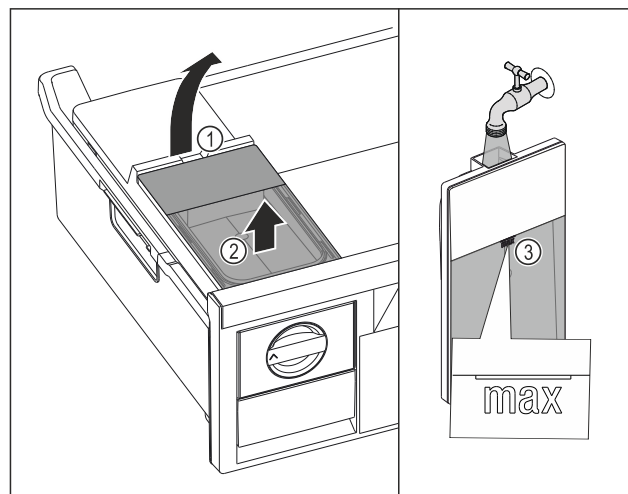

Fig. 149
- Soulever le réservoir d'eau par l'encoche Fig. 149 (1).
- Retirer le réservoir d'eau par le haut Fig. 149 (2)
- Remplir le réservoir d'eau potable jusqu'au repère Fig. 149 (3).